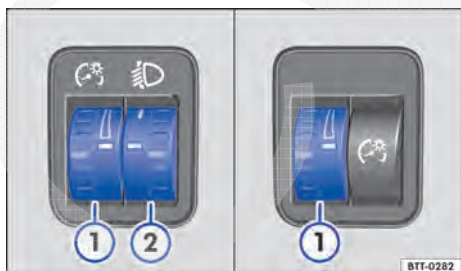

Fig. 91 Ao lado do volante: regulador da iluminação dos instrumentos e dos interruptores ①, assim como regulagem do alcance do farol ②.
① Iluminação dos instrumentos e dos interruptores
Com a luz ligada, a luminosidade dos instrumentos e dos interruptores pode ser regulada sem escalonamento girando o regulador ⇒ Fig. 91 ①.